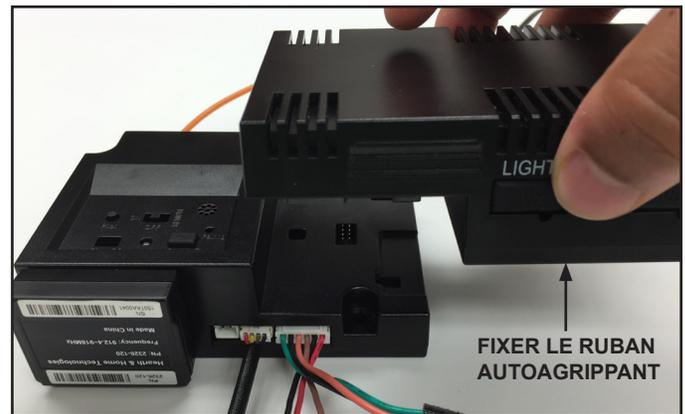

Figure 3. Brancher l'IFT-ACM et l'IFT-ECM
- Ruban autoagrippant inclus avec le IFT-ACM au bas de l'ACM. Voir la figure 3.
- Branchez le IFT-ACM au IFT-ECM en alignant les broches et languettes, puis poussez le IFT-ACM dans le IFT-ECM, jusqu'à ce que les deux s'enclenchent en position. Veillez à ce que le IFT-ECM et le IFT-ACM soient alignés l'un avec l'autre et solidement attachés. Voir la figure 3.